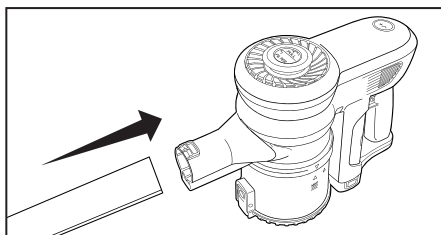

Fig. 1
1. Attachez l'extrémité mâle du tube-rallonge métallique à l'aspirateur (Fig. 1).